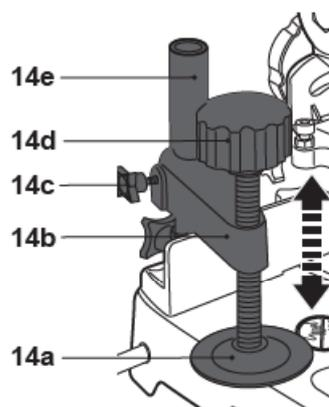

Fig. 13
- > Desserrez le bouton de verrouillage [14c] de la colonne [14e] et réglez le support [14b] à la hauteur requise. Fixez le support [14b] en resserrant le bouton [14c] (Fig. 13).
- > Ajustez la hauteur de la plaque [14a] en tournant le bouton de réglage [14d] vers la gauche ou vers la droite (Fig. 13).